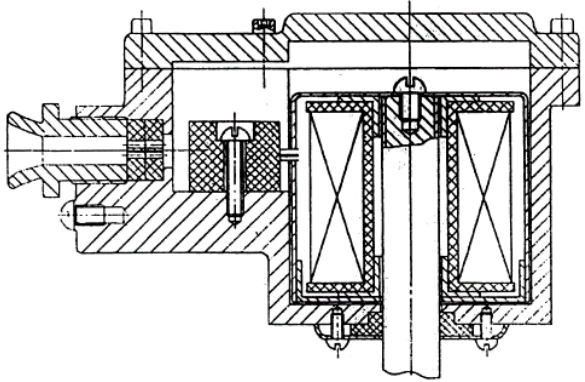

图 5
3、阀门的开通时间达 12 小时/天以上，请选用常开式电磁阀。当使用环境周围有易燃易爆品，请选用防爆型电磁阀。（防爆型结构如图 5）